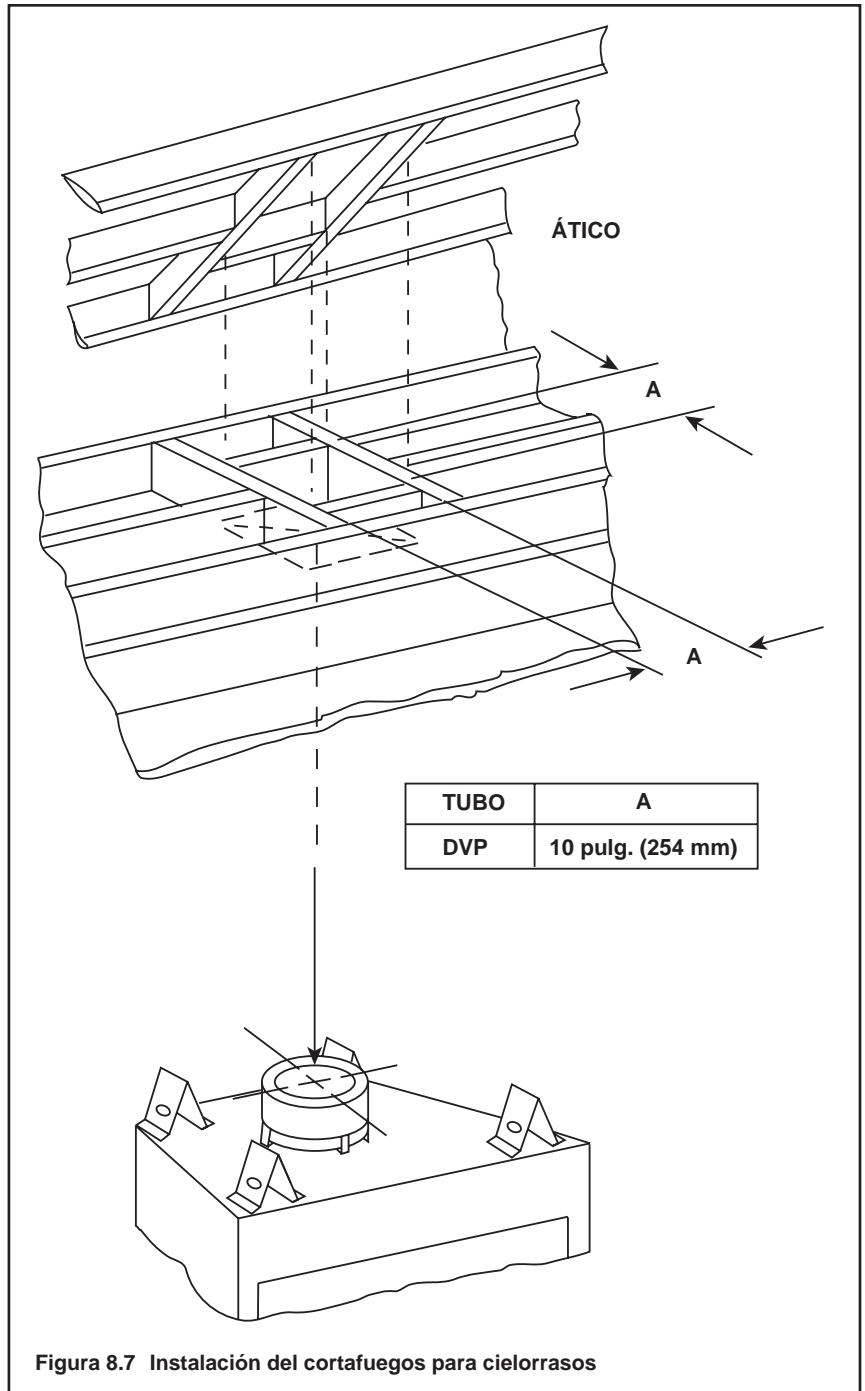

Figura 8.7 Instalación del cortafuegos para cielorrasos
- **Solamente tubo DVP** - Enmarque una abertura de 10 pulg. x 10 pulg. (254 mm x 254 mm) si el tubo de escape penetra un cielorraso/piso (consulte la Figura 8.7).